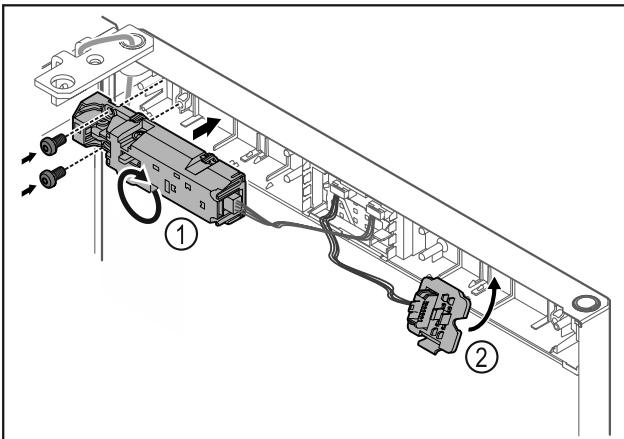

Fig. 24
- ▶ Tourner la serrure électrique Fig. 24 (1) à 180° et la placer de l'autre côté.
- ▶ Accrocher le support de connecteur Fig. 24 (2) de l'autre côté.